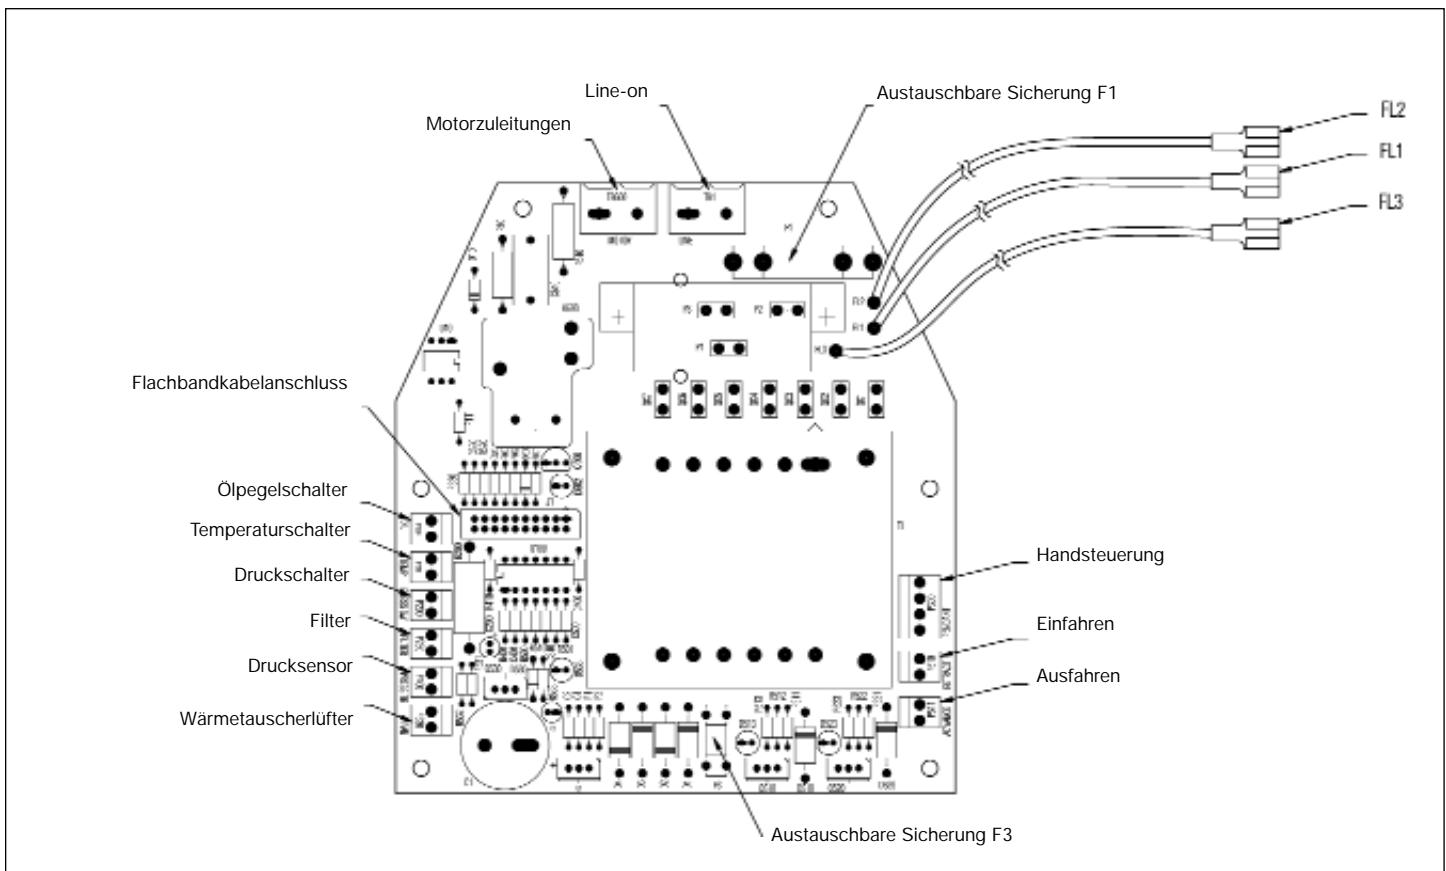

Abb. 12, Konfiguration der elektrischen Stromplatine
Der Drucksensor, Wärmetauscher, Druckschalter, Handsteuerungs-/Fußschalter und die Magnetventile (A) und (B) werden mit Anschlässen geliefert, die in die entsprechenden Buchsen auf der elektrischen Stromplatine gesteckt werden können (Abb. 12).
Trennen Sie das Gerät von der Stromversorgung, bevor Sie das Gehäuse öffnen. Entfernen Sie die LCD-Gehäusehälfte halb und einen kleinen Abdeckstopfen vom Frontblech. Verlegen Sie den Draht durch das Frontblech, schließen Sie die Stromplatine an (siehe Abb. 12) und befestigen Sie die Zugentlastung. Montieren Sie LCD-Gehäusehälfte.
Trennen Sie das Gerät von der Stromversorgung, bevor Sie das Gehäuse öffnen. Entfernen Sie das LCD-Gehäuse halb und einen kleinen Abdeckstopfen von der vorderen Klemme. Verlegen Sie den Draht des Druckschalters durch die vordere Klemme, schließen Sie die Stromplatine an (siehe Abb. 12) und befestigen Sie die Zugentlastung.